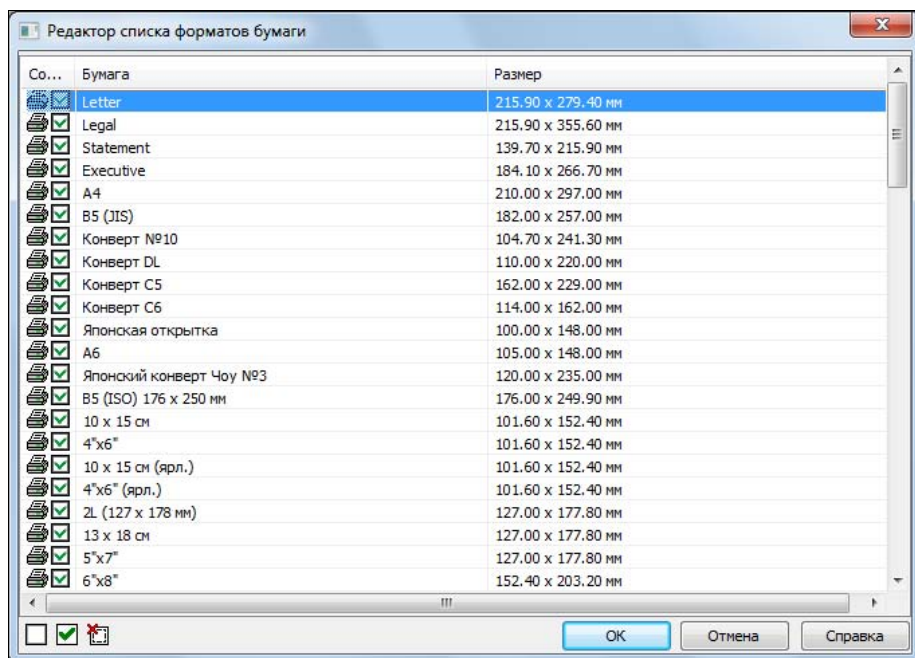

Рис. 8.9. Окно Редактор списка форматов бумаги
- ◆  — фильтр форматов бумаги. Открывает диалоговое окно **Редактор списка форматов бумаги** (рис. 8.9).
В окне **Изменение формата бумаги** (см. рис. 8.8) можно формировать пользовательские форматы бумаги, а в окне **Редактор списка форматов бумаги** (см. рис. 8.9) — ввести фильтр для списка форматов, отображаемых в списке **Размер и ориентация бумаги** (у ненужных форматов необходимо снять флажки).